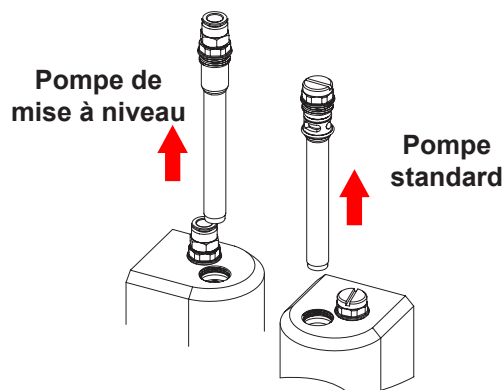

Figure 15 Détachement des tubes de fluidisation
2. Voir la Figure 15. Desserrer le bouchon d'accès du tube de fluidisation et tirer le tube de fluidisation bien droit hors du corps de la pompe.